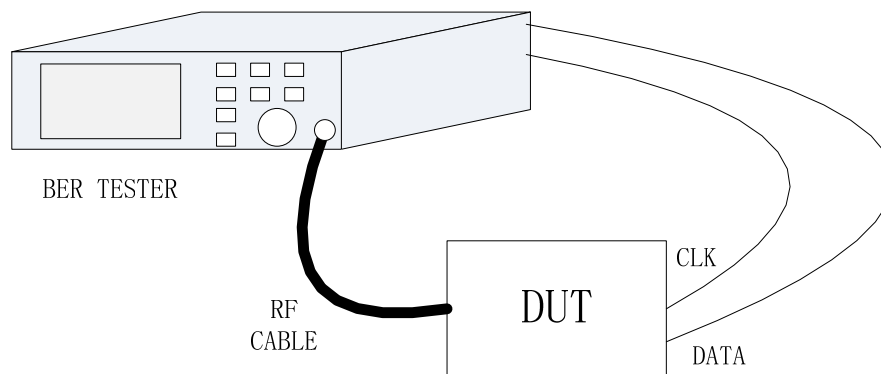

图 4.1 BK5823 接收灵敏度测试框图
- a) 按照图 4.1 连接整个测试平台，射频线连接到 DUT 射频前端的测试点（即信号的输入端），CLK 和 DATA 信号为 BK5823 输出的时钟和接收数据，需要反馈给 BER 测试仪。
- a) 按照图 4.1 连接整个测试平台，射频线连接到 DUT 射频前端的测试点（即信号的输入端）。
- a) 按图 4.1 连接测试平台，信号发生器和 DUT 设置同灵敏度测试。